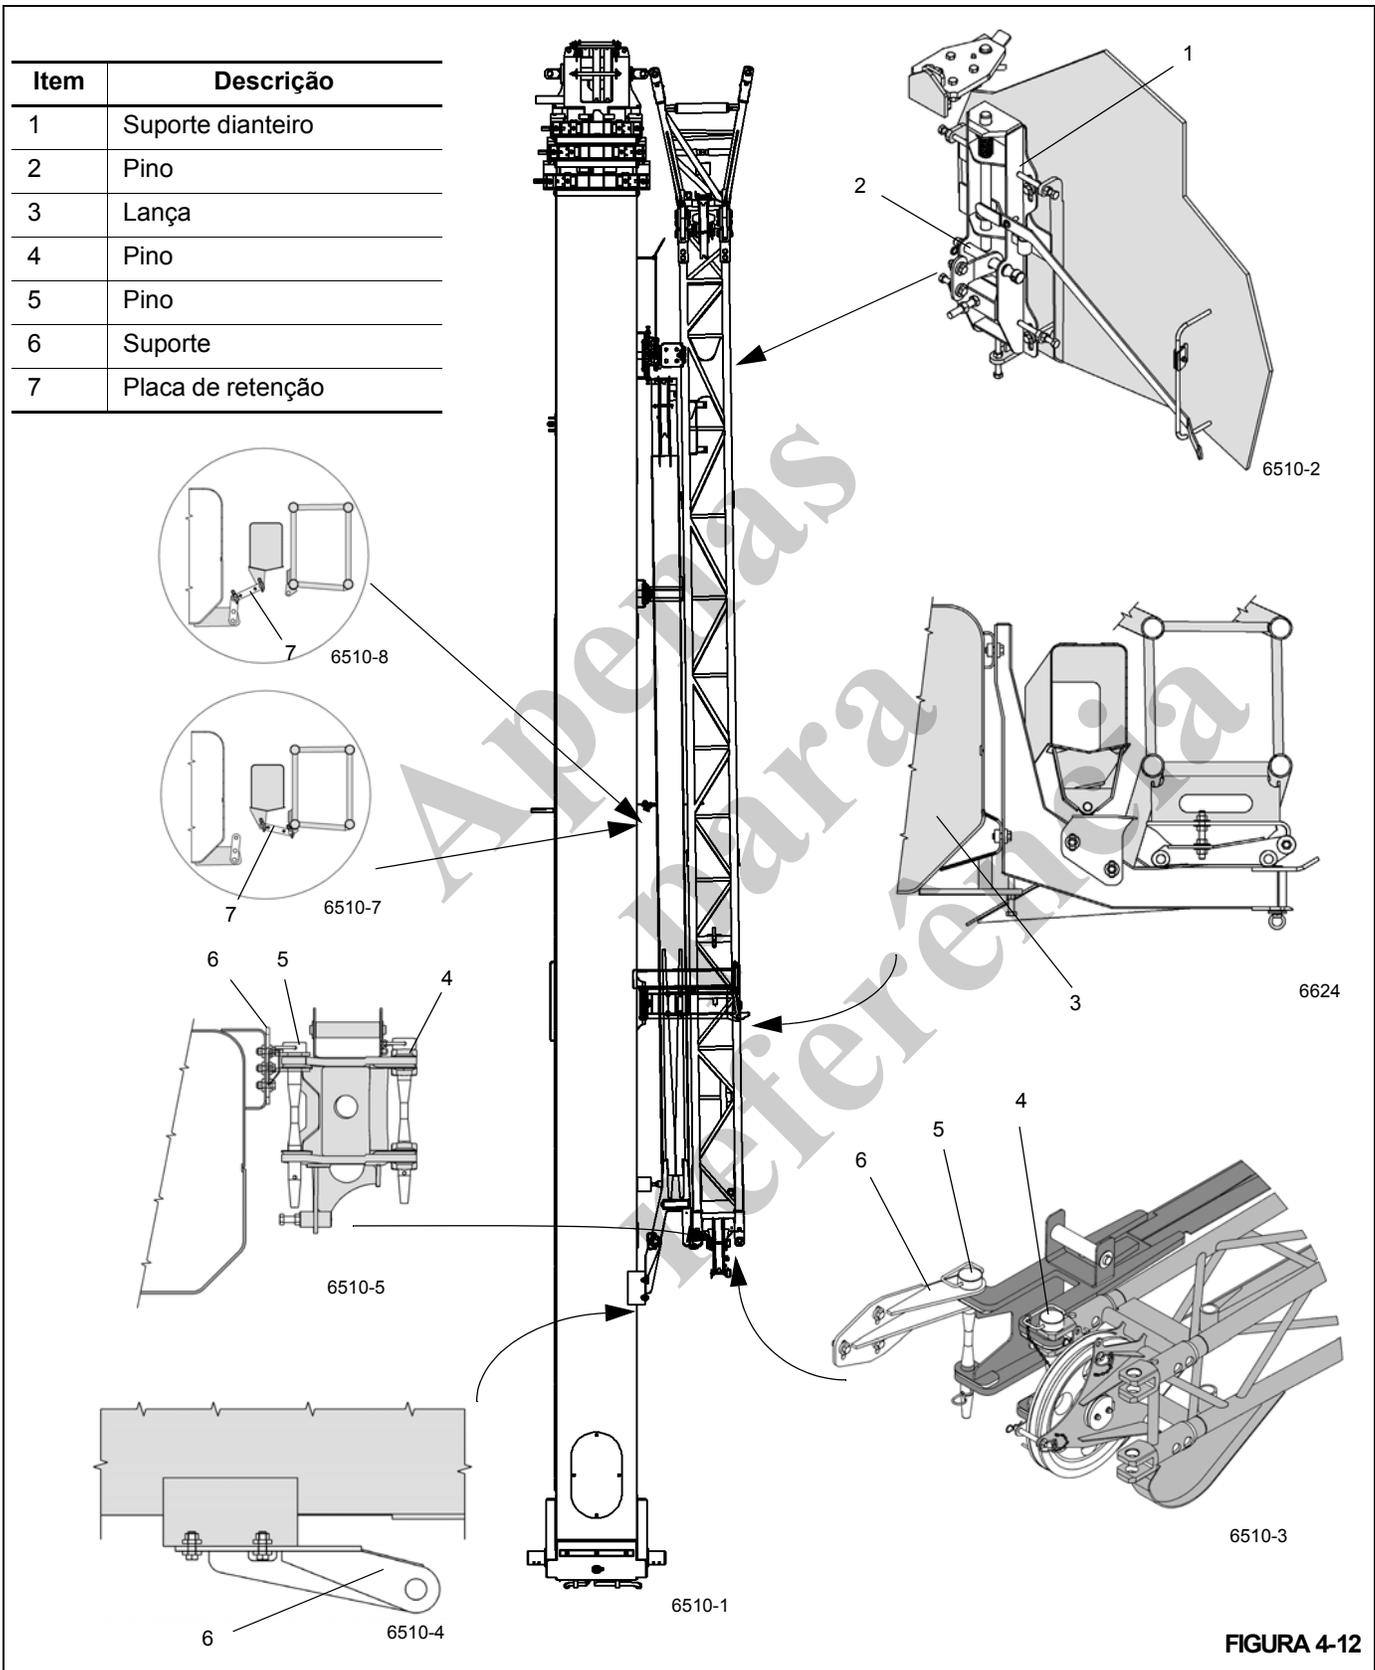

FIGURA 4-12
- Verifique as conexões e faça-as se necessário (Figura 4-12).
- A seção de 33 pés (10,1 m) está travada no suporte dianteiro (1) na lança principal e é fixada com um pino de retenção (2).
- Os pinos (4) são inseridos no ponto do pivô entre a seção de 23 pés (7 m) e a de 33 pés (10,1 m).
- A conexão (7) na área intermediária está entre a seção de 23 pés (7 m) e a seção de 33 pés (10,1 m).
- A conexão (5) entre a seção de 23 pés (7 m) e a lança principal na área traseira está estabelecida (Figura 4-12) (controle nº 6510-7).
- A conexão (7) na área intermediária está entre a seção de 23 pés (7 m) e a lança principal (3) (Figura 4-12).
- É estabelecida a conexão (5) entre a seção de 23 pés (7 m) e a lança principal na área traseira.